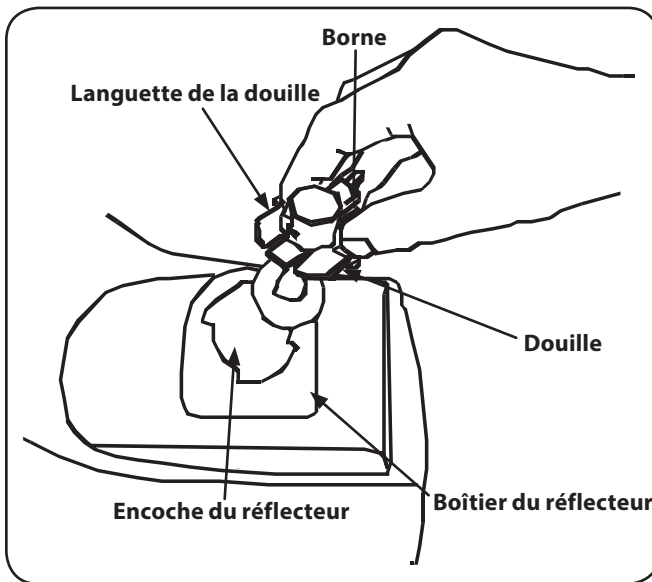

Figure 7-3
3. Faites pivoter la douille d'un quart de tour afin d'aligner la languette de la douille avec l'encoche du réflecteur. Retirez l'ampoule et la douille du boîtier du réflecteur. Voir Figure 7-3.
5. Alignez les pattes de blocage de la base de l'ampoule avec l'encoche de la douille. Poussez l'ampoule vers l'intérieur et tournez-la dans le sens horaire pour la fixer en place. Voir Figure 7-3.